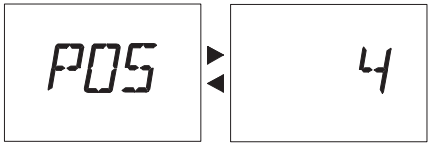

Рис. 22
- 3 На ЖК-дисплее параметр **P05** чередуется с **4** (Рис. 22).